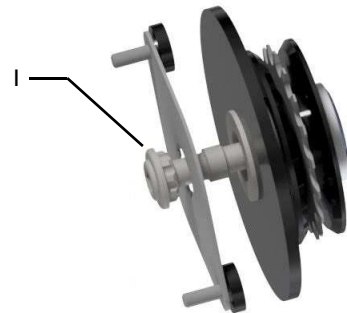

Abbildung 2
2. Versehen Sie das Gewinde der Antriebsschraube (1) mit einem Hochfestem Schraubenkleber.
3. Montieren Sie die vormontierte Baugruppe (Abbildung 2) am Trike und ziehen Sie die Antriebsschraube (1) (Linksgewinde) mit 80 Nm fest.
4. Montieren Sie die Flügelschrauben Einheit (2) und fixieren Sie die mit zwei Muttern (3).
2. Apply high strength threadlocker to the threads of the drive screw (1).
3. Mount the pre-assembled unit (Figure 2) to the trike and tighten the drive screw (1) (left-hand thread) with a torque of 80 Nm (59 ft-lbs).
4. Mount the wing bolt unit (2) and attach it with two nuts (3).